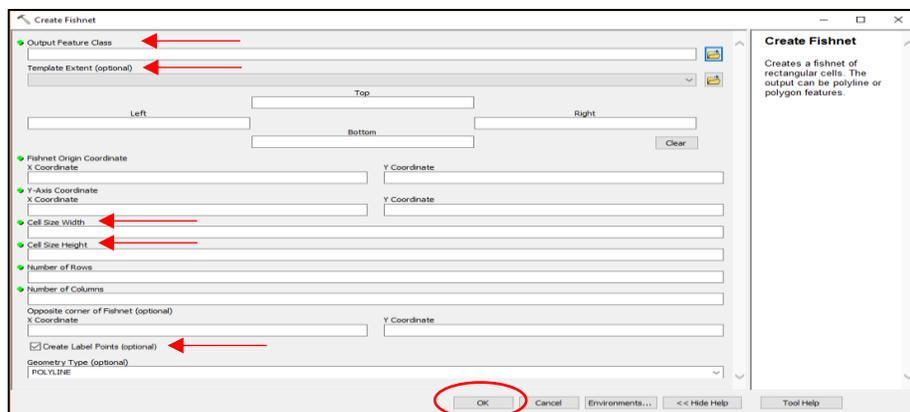

Figura 9. Configuración de la cuadrícula para localizar las parcelas
- 1.2.2 Después de seleccionar [Create Fishnet], aparecerá la siguiente pantalla (Figura 9).